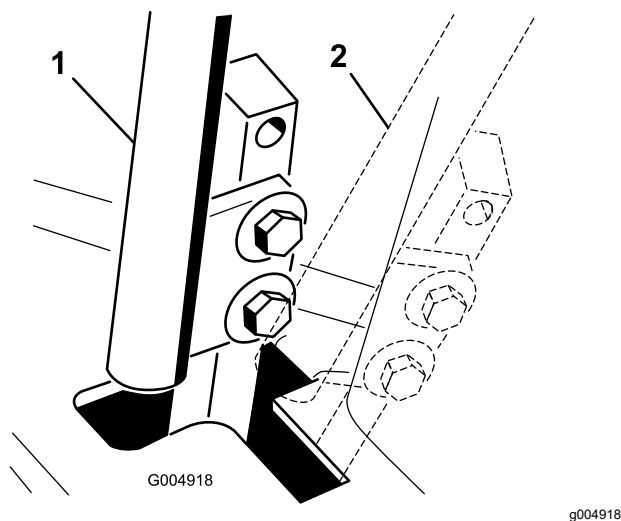

Figure 50
4. Placez le levier de commande au POINT MORT, **sans le verrouiller** (Figure 50).
6. Vérifiez la position du levier par rapport au cran de la console (Figure 50).